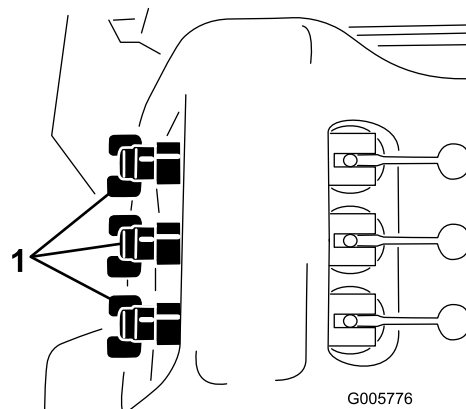

Figura 28
12. Regolate la valvola di bypass della barra (Figura 28) sotto la valvola di comando della barra che avete disattivato, finché il misuratore di pressione non mostra un valore identico a quello rilevato alla voce 9.